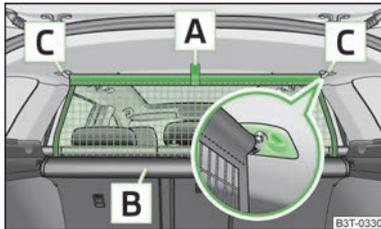
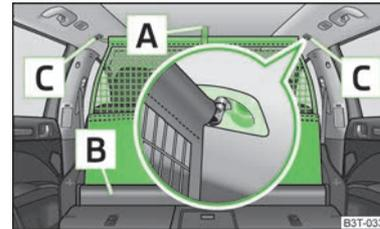

Abb. 78
Abb. 79
- Sich überzeugen, dass die Querstange in den Aufnahmen **C** » Abb. 78 auf Seite 83 bzw. » Abb. 79 auf Seite 83 in der vorderen Stellung eingesteckt ist!
- Die Netztrennwand an der Lasche **A** » Abb. 78 aus dem Gehäuse **B** in Richtung der Halterungen **C** ziehen.
- Die Querstange erst auf der einen, dann auf der anderen Seite etwas nach hinten ziehen und aus den Aufnahmen **C** » Abb. 78 nehmen.
- Die Netztrennwand an der Lasche **A** » Abb. 79 aus dem Gehäuse **B** ziehen.
- Die Querstange erst auf der einen, dann auf der anderen Seite etwas nach hinten ziehen und aus den Aufnahmen **C** » Abb. 79 nehmen.